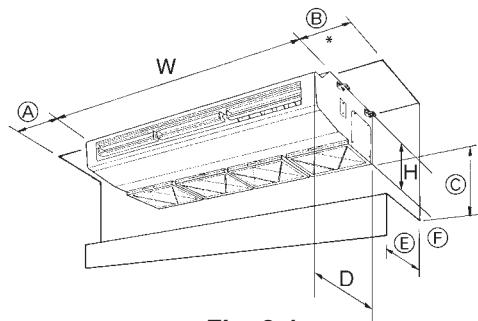

Fig. 2-1
2.1. Ytterdimensioner (Inomhusenhet) (Fig. 2-1)